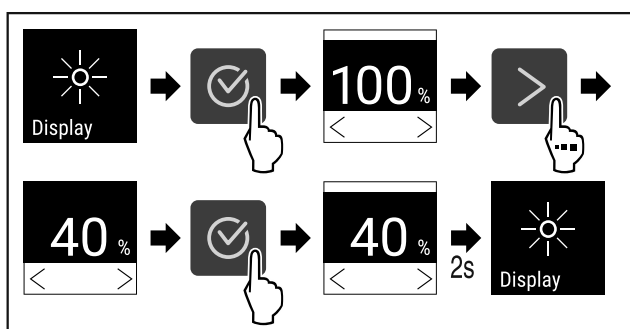

Fig. 102
- ▶ Suivre les étapes (voir Fig. 102).